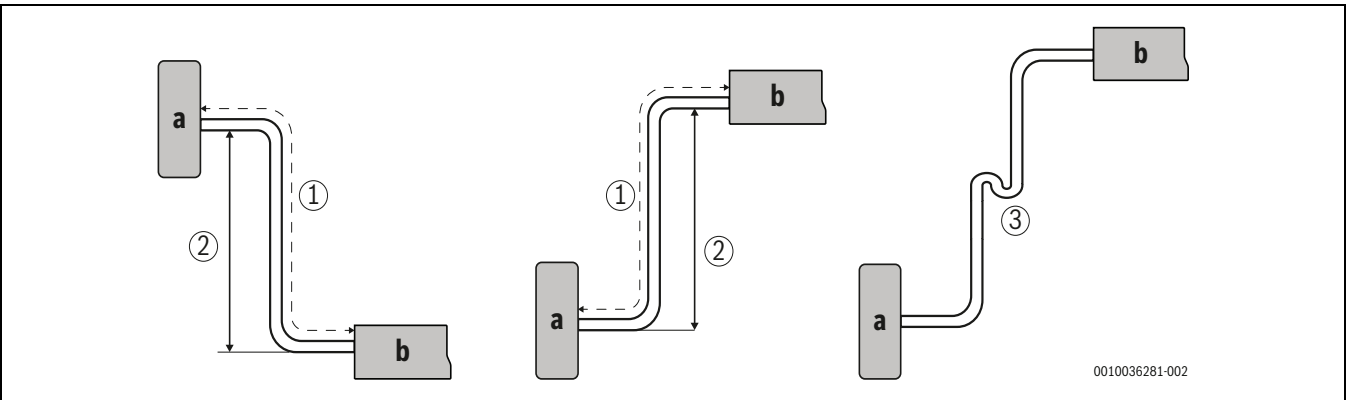

Fig. 10 Lunghezza ed elevazione tubo
1) Controllare (1) contrassegnato in →Fig. 10
2) Controllare (2) contrassegnato in →Fig. 10